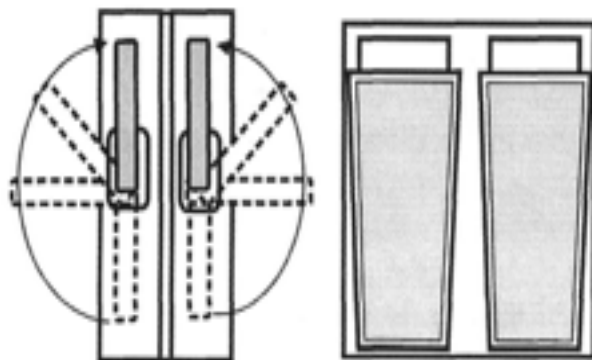

Рис. 4. Створка оконной конструкции открыта в режиме «проветривания».
- из **открытого положения** – совместите створку с рамой и поверните ручку на 90 градусов до положения «вертикально вверх» (рис. 4).
Механизм пошагового открывания обеспечивает многоступенчатое (4 различных угла наклона) открытие окна и тем самым позволяет проветривать помещение в щадящем режиме, что особенно актуально в осенне-зимнее время. Действие основано на том, что выставив нужный вам наклон створки в откинутом положении (рис. 4), вы поворачиваете ручку на 45 градусов вниз, тем самым фиксируете выбранный угол наклона, в результате чего гребенка механизма поднимается и заходит в зацепление с элементом рамы.